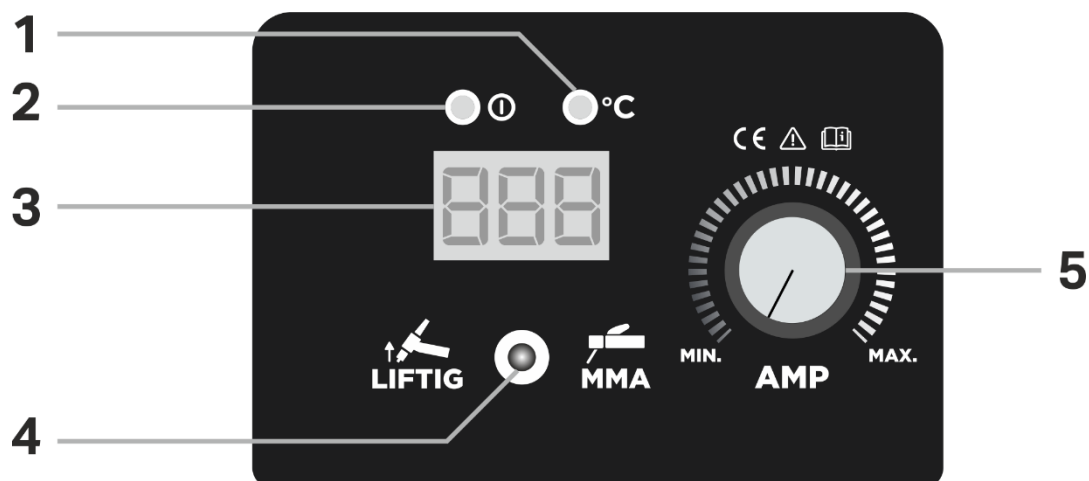

Fig. 1
- Régler la valeur du courant de soudage (Fig.1 - 5), selon la table suivante :